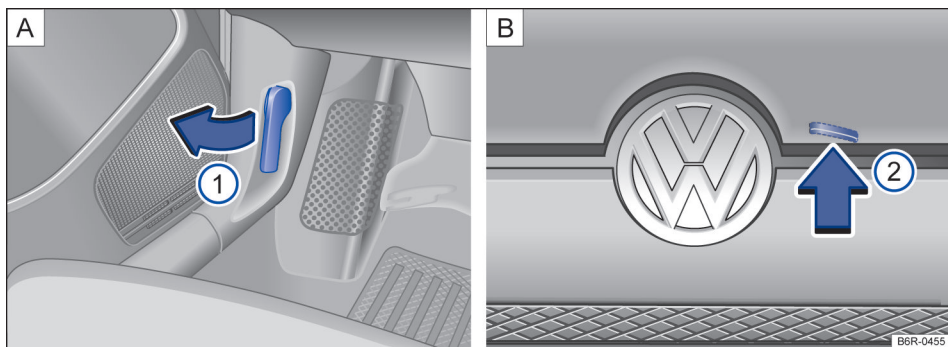

Fig. 126 A: alavanca de destravamento na área para os pés do lado do condutor. B: alavanca de destravamento na parte interna da tampa do compartimento do motor.
- Antes de abrir a tampa do compartimento do motor, assegurar que os braços dos limpadores do para-brisa estejam encostados no para-brisa → ❶.
- Puxar a alavanca de destravamento ❶ no sentido da seta → Fig. 126 A. A tampa do compartimento do motor salta para fora da trava do fecho pela pressão da mola → ▲.
- Levantar um pouco a tampa do compartimento do motor e, ao mesmo tempo, pressionar a alavanca de destravamento ❷ B, que está localizada na parte interna da tampa, no sentido da seta para abrir completamente a tampa do compartimento do motor.
- Puxar a haste de sustentação da tampa pela extremidade no sentido da seta ❸ C e posicioná-la sobre o furo indicado para engaste ❹ D.